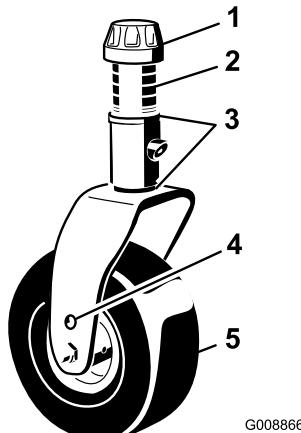

Figura 24
- Retire el casquillo tensor del eje de la rueda giratoria (Figura 24). y retire el eje del brazo de la rueda giratoria. Coloque dos suplementos (3 mm) en el eje de la rueda giratoria de la misma forma que en la instalación original. Coloque el número necesario de espaciadores de 13 mm en el eje para obtener la altura de corte deseada.
- Inserte el eje por el brazo de la rueda giratoria delantera. Coloque los suplementos (igual que en la instalación original) y los demás espaciadores en el eje. Coloque el casquillo tensor para fijar el conjunto (Figura 24).